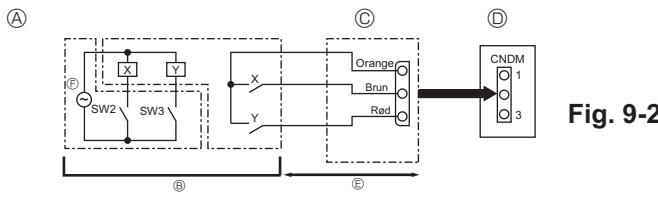

Fig. 9-2
③ Ekstern inputadapter (PAC-SC36NA-E)
④ Udendørs enheds kontrolpanel
⑤ Maks. 10 m
⑥ Strømforsyning til relæ
9.2. Behovsfunktion (modifikation på stedet) (Fig. 9-2)